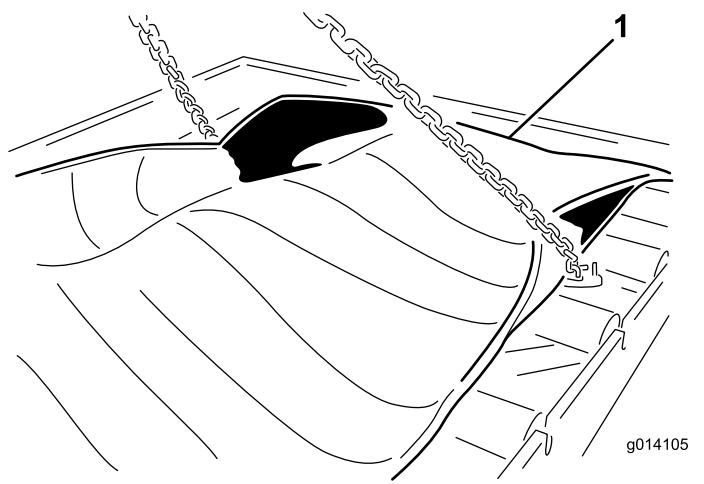

Figure 54
23. Retirez les 24 boulons pour libérer la cassette (Figure 54).